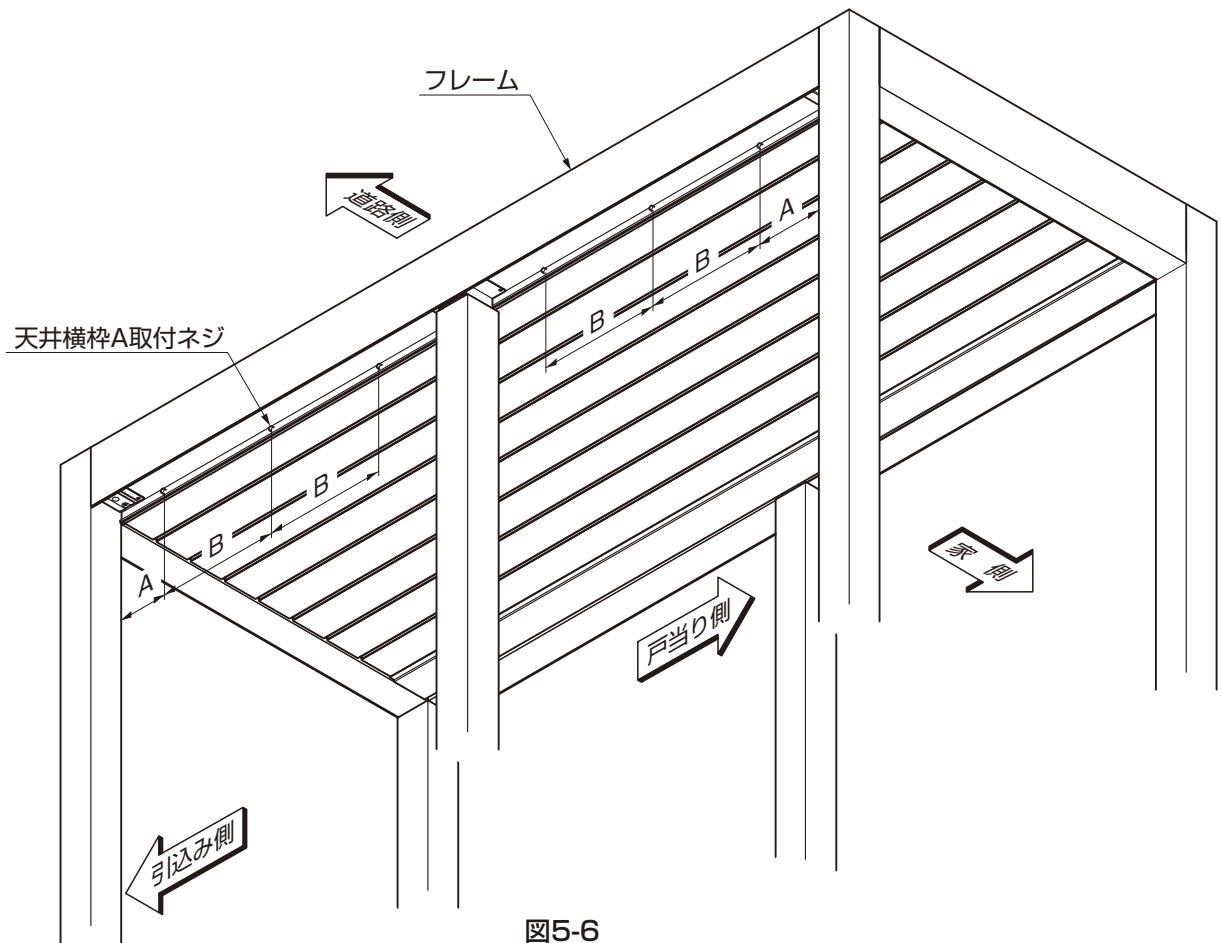
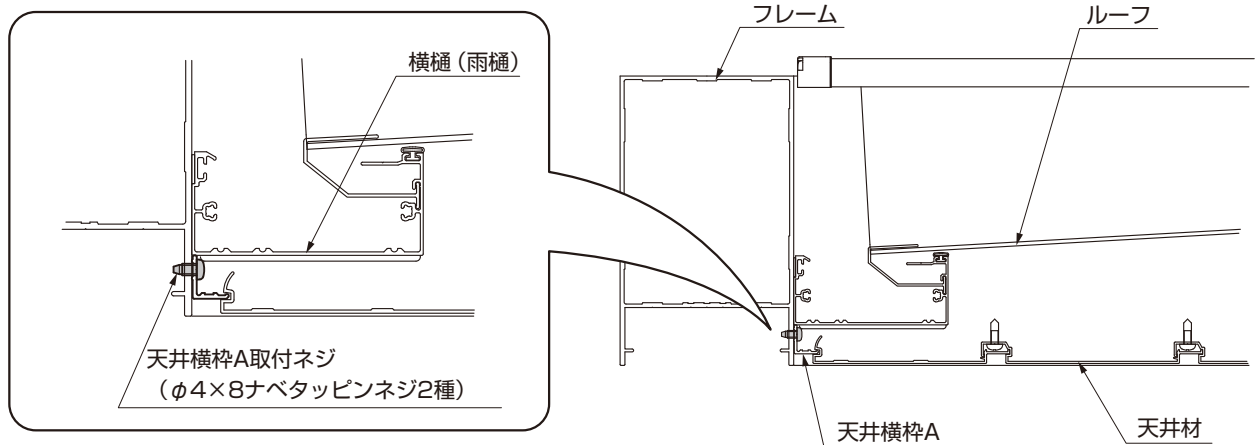

図5-6
図5-7
- 吊引戸のフレームの家側へ横樋の取付けをしない場合には「(2) 上レールと上レールステーの取付け」へ進んでください。
①天井横枠A取付けネジの取付ピッチをスケールを使って測ってください。(図5-6、図5-7参照)